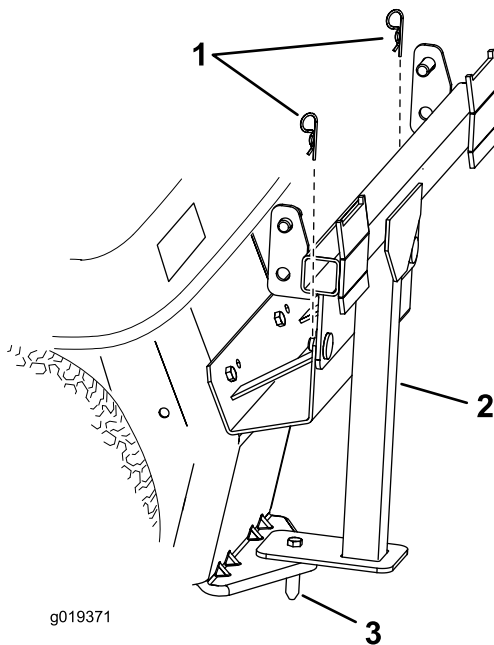

Bild 5
5. Drehen Sie den Befestigungsrahmen so, dass die Stifte durch die Löcher in der oberen Befestigungshalterung am Traktor gesteckt sind (Bild 5).
6. Befestigen Sie die Stifte mit den Splints (Bild 5).